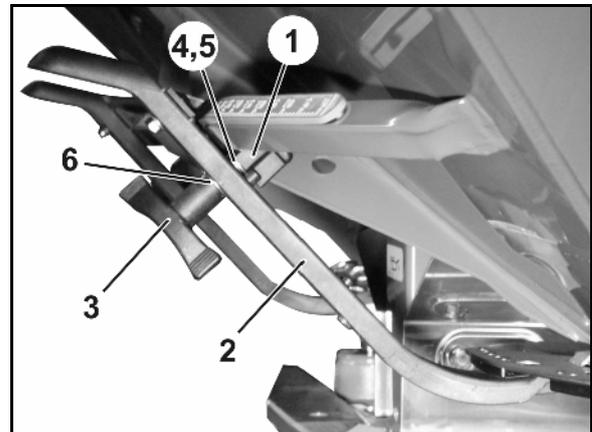

Fig. 66
6. Allestire il dispositivo di bloccaggio (Fig. 66/1) per la leva di regolazione (Fig. 66/2) come segue:
- 6.1 Svitare il galletto (Fig. 66/3).
- 6.2 Estrarre la vite e scambiare le posizioni delle due rondelle (Fig. 66/4) dalla parte posteriore (Fig. 66/5) a quella anteriore (Fig. 66/6).